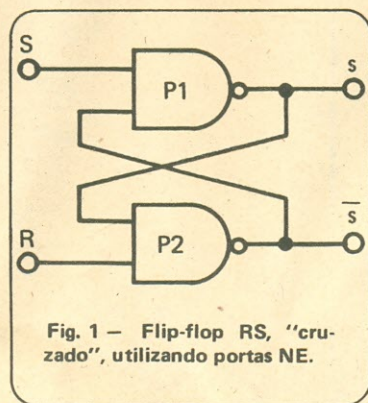
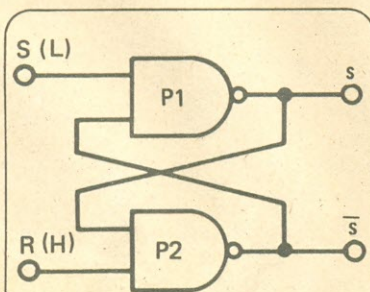

Fig. 1 — Flip-flop RS, "cruzado", utilizando portas NE.
Fig. 3 — Sensibilização de um FF RS, com portas NE, pelo nível L aplicado à sua entrada S.
A bem da verdade, iremos, basicamente, tratar do flip-flop RS, tipo "cruzado", implementado com portas lógicas NE (ou "NAND"), como vemos aqui na Fig. 1.
O estudo dos circuitos digitais com realimentação requer atenção especial e procedimentos de análise, digamos, não convencionais. É o caso do FF da Fig. 1, onde o estado lógico da saída s é aplicado a uma das entradas da porta P2, interagindo com o sinal de **reciclagem** ministrado à outra entrada R desse mesmo operador lógico. Da mesma forma, o nível lógico da saída \bar{s} é aplicado a uma das entradas de P1, havendo interação entre este sinal e o presente na entrada S — entrada de **sensibilização**.
É certo! Mas para a análise que iremos desenvolver para o circuito da Fig. 1 isso não tem a mínima importância!
Inicialmente suporemos que o FF, Fig. 1, se encontre reciclado, ou seja: s em L e \bar{s} em H. Ora, para que a saída s se situe em L é necessário S em H e \bar{s} também em H; por outro lado, como $s \Rightarrow L$, teremos \bar{s} em H independentemente se R se encontra em L ou em H, isto é, a entrada de reciclagem R não tem qualquer influência no circuito, pelo menos neste caso!
Devido à suposição inicial de estar o FF reciclado, e de acordo com o exposto logo a seguir, podemos elaborar um quadro que envolve os níveis lógicos, tanto das entradas R e S como das saídas s e \bar{s} do circuito da Fig. 1, conforme mostra a Tabela I. Na Fig. 2 estão
Isso mesmo! Ora, teremos as saídas s e \bar{s} do circuito (Fig. 1), respectivamente, no estado H e L. Para termos $\bar{s} \Rightarrow L$ é necessário que ambas as entradas da porta P2 se encontrem em H, implicando em $R = H$ e $s = H$; por outro lado, o fato da saída \bar{s} assumir o estado lógico L é suficiente para que a saída de P1 se situe no estado H, independentemente do estado lógico da entrada S...
O "negócio" também é simples! Acompanhe o meu raciocínio. Vamos supor que o FF da Fig.1 se encontre reciclado (recorra à Tabela I e Fig. 2); e mais: que a entrada de reciclagem esteja em nível H, ou seja: $R = H$. Que ocorrerá se a entrada S for levada (ainda que momentaneamente) ao estado baixo (L), conforme é mostrado na Fig. 3?
Já que ninguém responde, vamos nós! A porta P1, Fig. 3, se verá obrigada a comutar, e a saída passa do nível L para H, o qual é aplicado, juntamente com o nível H presente em R, à porta P2, com o que a saída \bar{s} passa do